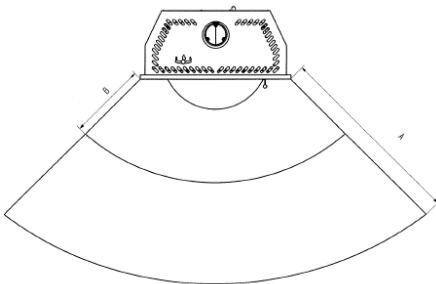

Bild 8
Im Sichtbereich (Strahlungsbereich) des Feuers muss zu brennbaren Bauteilen, Möbel oder auch z.B. zu Dekostoffen ein Abstand von mindestens **110 cm (A)**, gemessen ab Vorderkante Feuerraumöffnung eingehalten werden. Der Sicherheitsabstand reduziert sich auf **50 cm (B)**, wenn ein belüfteter Strahlungsschutz vor das zu schützende Bauteil montiert wird (Beispiel siehe Abb. 8)